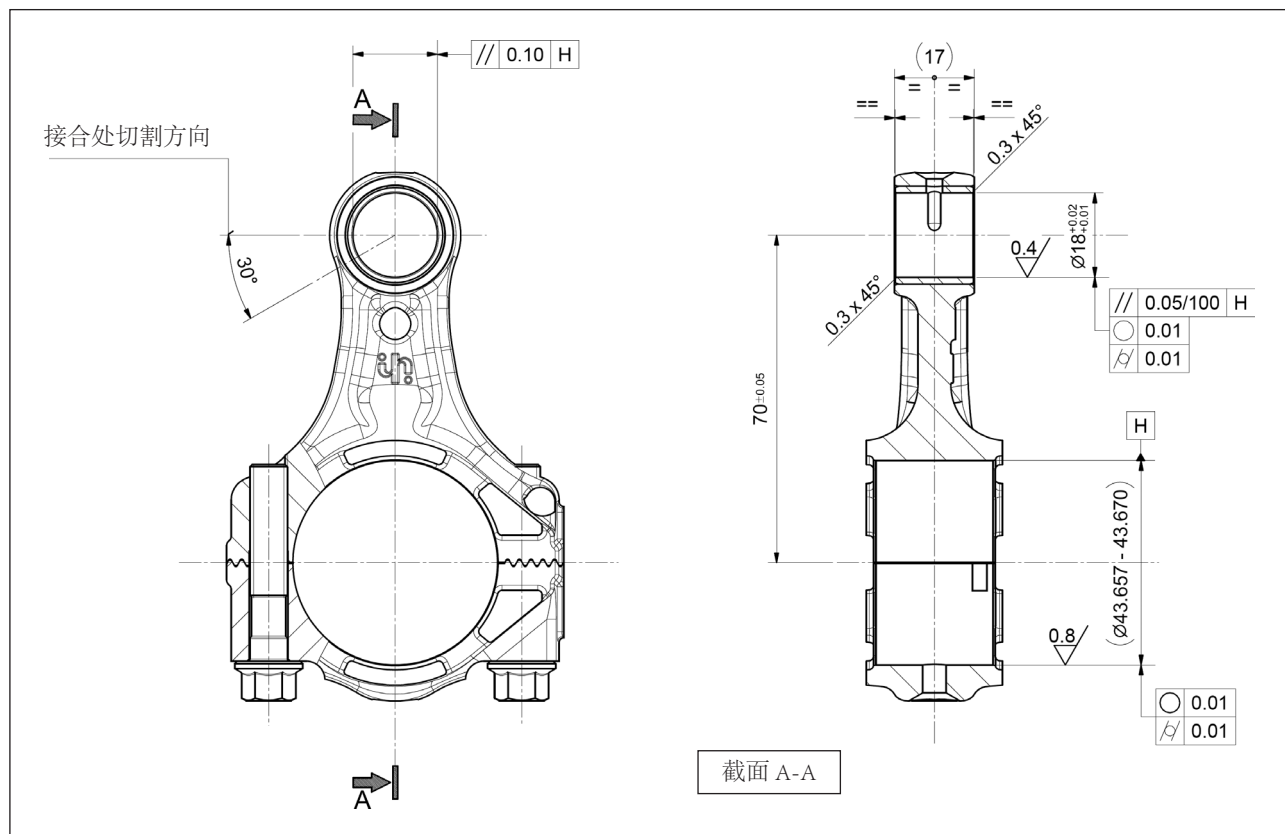

图25
- 接合处的切割方向应如图25所示。
接着严格按照如图25所示的尺寸和公差进行机械加工。